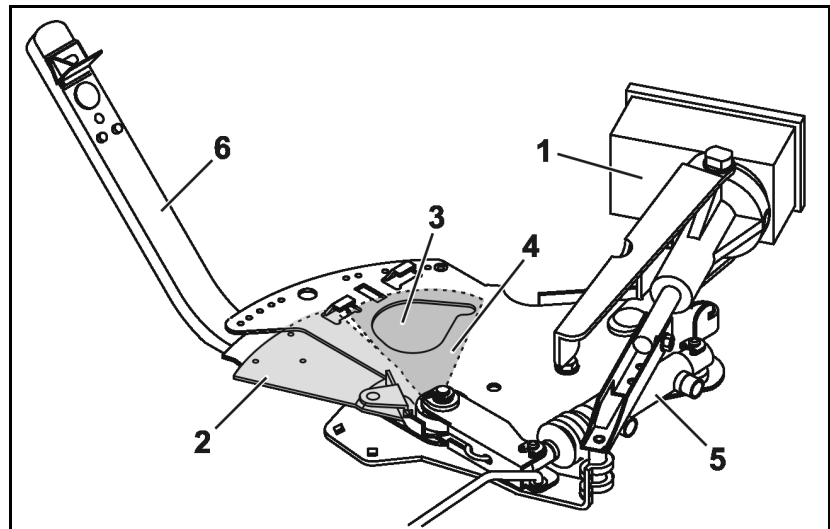

Рис. 23
- **электронным** образом с помощью бортового компьютера. При этом активируемые серводвигателями (Рис. 23/1) заслонки дозатора (Рис. 23/2) обеспечивают различную ширину раскрытия пропускных отверстий (Рис. 23/3)
- **вручную** с помощью регулировочного рычага (Рис. 23/6) устанавливается различная ширина раскрытия пропускных отверстий (Рис. 23/3). Требуемое для этой цели конкретное положение заслонки определяется или по данным **таблицы норм внесения удобрений** или с помощью **логарифмического диска**.
Запорные заслонки (Рис. 23/4) служат для открывания и закрывания выпускных отверстий и в зависимости от оснастки, и их привод может осуществляться отдельно гидравлически (Рис. 23/5) с помощью